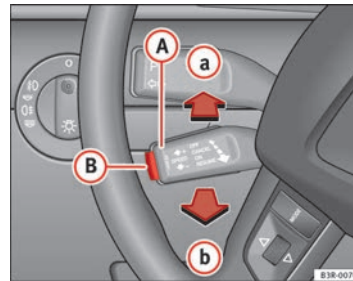

Abb. 144 Bedienungselemente der Geschwindigkeitsregelanlage
- drücken Sie den Hebel **(A)** ⇒ Abb. 144 bis auf die Position **(a)** (nicht gerastet).